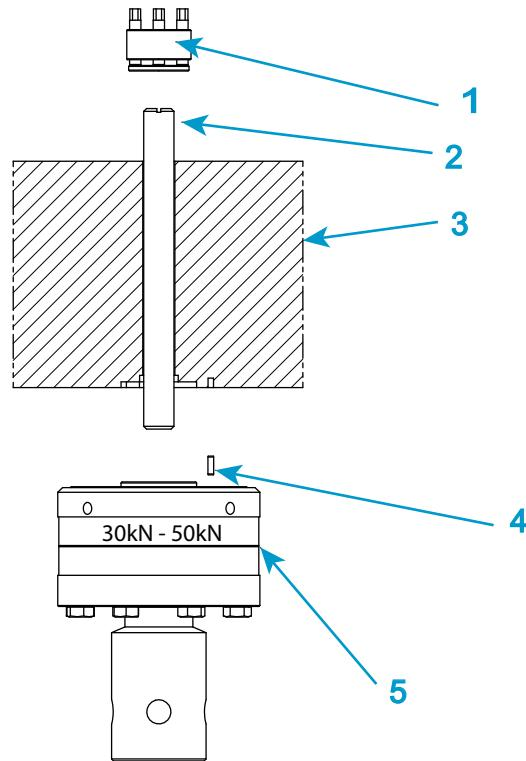

図19. 2530 シリーズのロードセルの取り付け - 容量 30kN および 50kN
説明 図 19
1. 84 ページの図 19 とそれに関連する説明文を参照してください。